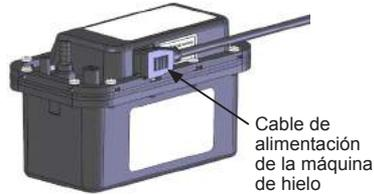

Figura 9
5. Desconecte de la bomba de desagüe el cable de alimentación de la máquina de hielo (Figura 9).